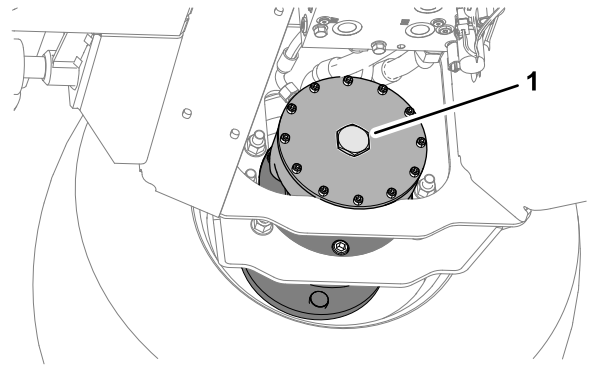

Figura 40
2. Instale el tapón hexagonal en la placa del extremo del motor (Figura 40).
6. Guarde los 2 pernos de 12 mm x 40 mm y las 2 arandelas de 12 mm almacenados en los raíles de soporte de la plataforma (Figura 40).